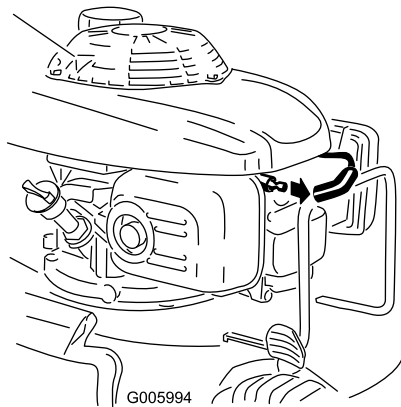

Figura 33
2. Desconecte el cable de la bujía (Figura 33) antes de realizar cualquier procedimiento de mantenimiento.
2. Desconecte el cable de la bujía (Figura 33).